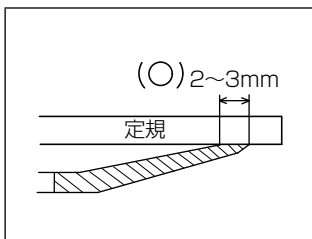

図 23
- (1) 冷凍肉をスライスする場合は、刃先を(図 23)のように研磨します。